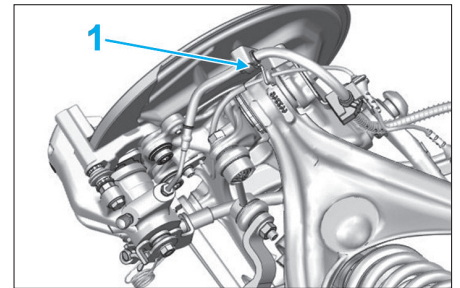

Fig. 18
- Dégrafer le flexible de frein en (1) (Fig.18).